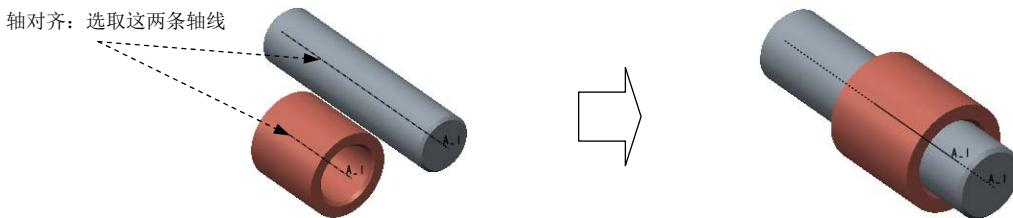

图 3.4.1 创建圆柱 (Cylinder) 连接
Step4. 引入第二个元件 BUSH.prt，并将其调整到图 3.4.1 所示的位置。
(1) 在连接列表中选取 圆柱 选项，此时系统弹出“元件放置”操控板，单击操控板菜单中的 **放置** 选项卡。
(2) 定义“轴对齐”约束。分别选取图 3.4.1 所示的两条轴线为“轴对齐”约束参考，此时 **放置** 界面如图 3.4.2 所示。